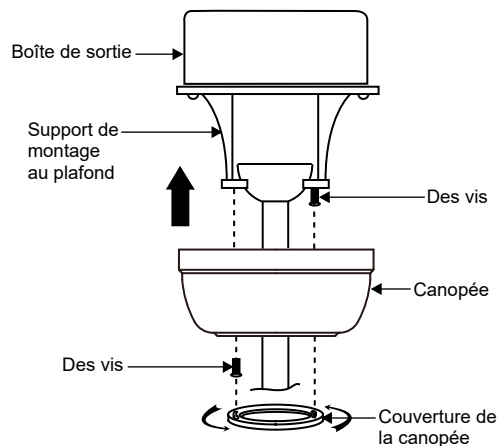

Fig. 15
Étape 2. Faites glisser le baldaquin vers le haut sur le support de montage et placez l'une des fentes du trou de serrure sur la vis de montage du support de montage. Faites pivoter le baldaquin jusqu'à ce que la tête de la vis se verrouille en place dans la section étroite du trou de la clé. Voir la figure 15.
**REMARQUE:** Ajustez les vis du capot si nécessaire jusqu'à ce que le capot et son capot soient bien ajustés. (Fig. 15)